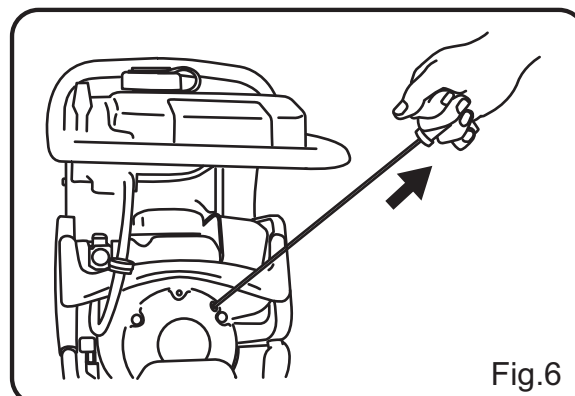

Fig.6
- 3 Tenir la poignée du démarreur manuel et tirer légèrement dessus. On sentira une résistance. Ensuite, tirer d'un coup sec pour faire tourner le moteur. Laisser le câble du démarreur s'enrouler lentement dans son logement avant de relâcher la poignée (Fig. 6).